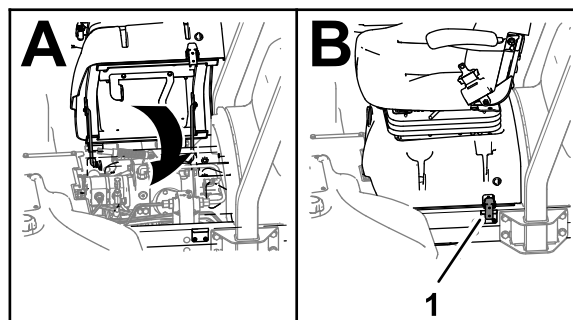

Figura 34
3. Gire el asiento y la base del asiento a la posición de cerrado y enganche la base (Figura 34).